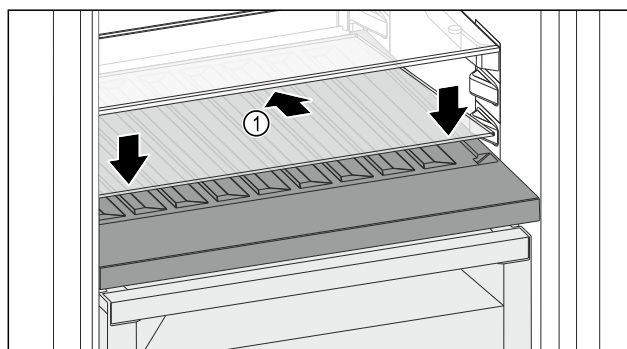

Fig. 98
- ▶ 向后下方倾斜放置玻璃隔板 Fig. 98 (1)。
- ▶ 放低玻璃隔板 Fig. 98 (1) 前部。